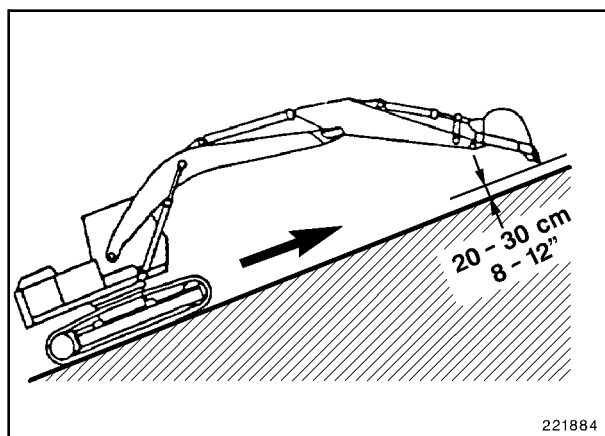

Fig. 15
- Llevar la cuchara siempre a una altura reducida, especialmente al trabajar en pendientes o al trasladar la máquina. Mantener la cuchara a una distancia suficiente del suelo para poder pasar por obstáculos. Está prohibido transportar personas en la cuchara (Fig. 15).